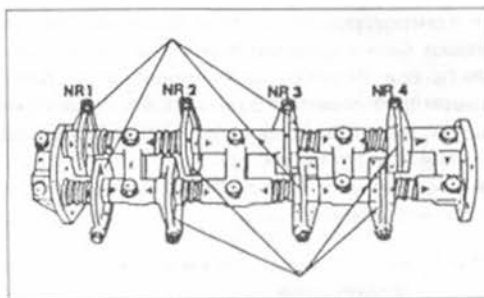

Рис. 61.
- В стандартном двигателе все детали оси коромысла хорошо смазать и собрать оси. Оси впускного (впереди) и выпускного клапанов (сзади) нельзя перепутать. Чтобы найти разницу, нужно посчитать отверстия для смазки. У оси впускного клапана отверстий в два раза больше, чем у выпускного. Нужно также следить, чтобы коромысла № 1 и № 3, а также № 2 и № 4, были одинаковыми, но должны быть установлены в первоначальные позиции, если применялись старые детали. Оси коромысел должны быть собраны в соответствии с рис. 61. Конец каждой оси закрепляется. Этот конец входит на противоположную сторону. Рисунок показывает, как кие коромысла одинаковы.